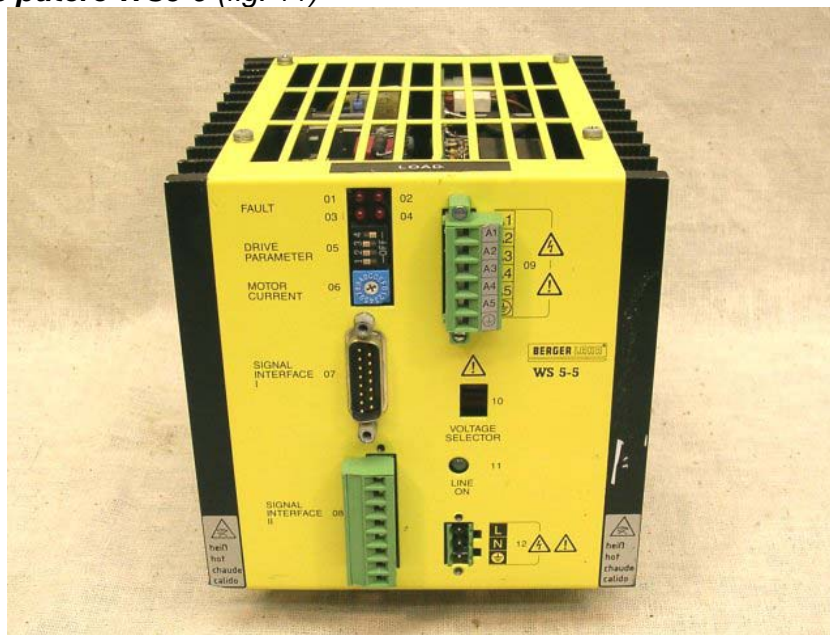

Fig. 11 Driverul de putere
3.3.Driverul de putere WS5-9 (fig. 11)